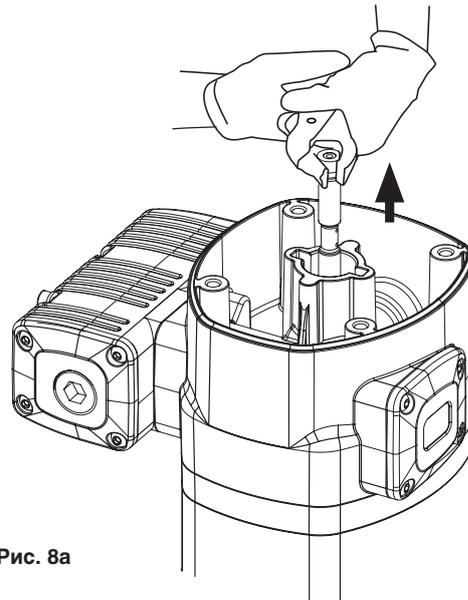
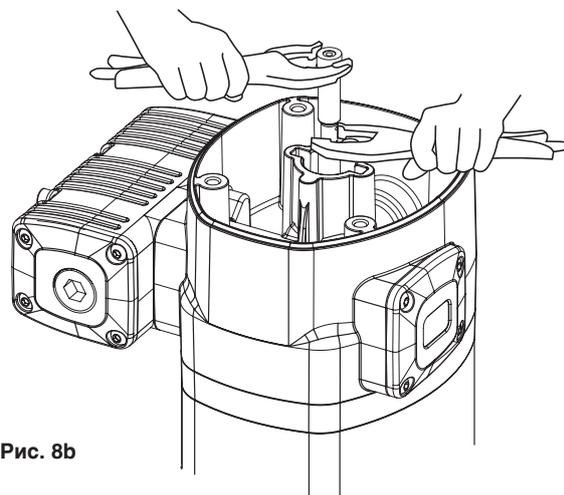

Рис. 8a
Рис. 8b
3. Зажав щипцами гайку (D), вытянуть шток (O) так, чтобы вышла наружу его центральная расточенная часть (рис. 8a). Затем другими щипцами зажать шток (O) в области расточки для предотвращения повреждения поверхности уплотнения и отвинтить гайку (D) (рис. 8b).
4. Снять уплотнительное кольцо (E) и кольцо (F). При сборке заменить их на новые.
5. Отвинтить болты (R). Снять корпус двигателя (J) с фланцем (L).
6. Снять крышку инвертора (G) и заменить на ней уплотнения (H) и (I).
7. Отвинтить болты (M) и отсоединить мотор (J) от фланца (L). Снять шайбу (K) и заменить уплотнение (H).
8. Аккуратно удерживая пневматический поршень (Q), снять цилиндр (N). Заменить уплотнение поршня (P).
9. Выполнить сборку деталей в обратном порядке. При сборке нанести на винты (M), гайку (D) и гильзу датчика (C) закрепитель резьбы.